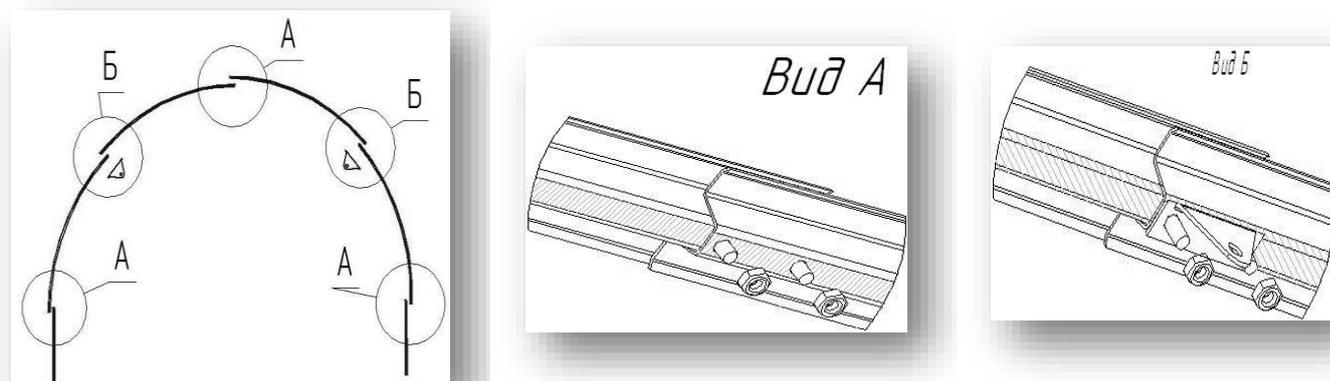

Рисунок 3
3.1.1 Последовательно соедините четыре профиля дугообразных 1, установив на стыки два кронштейна крепления торца 15. Продлите с двух сторон получившуюся дугу удлинителями 11 (рис. 3).